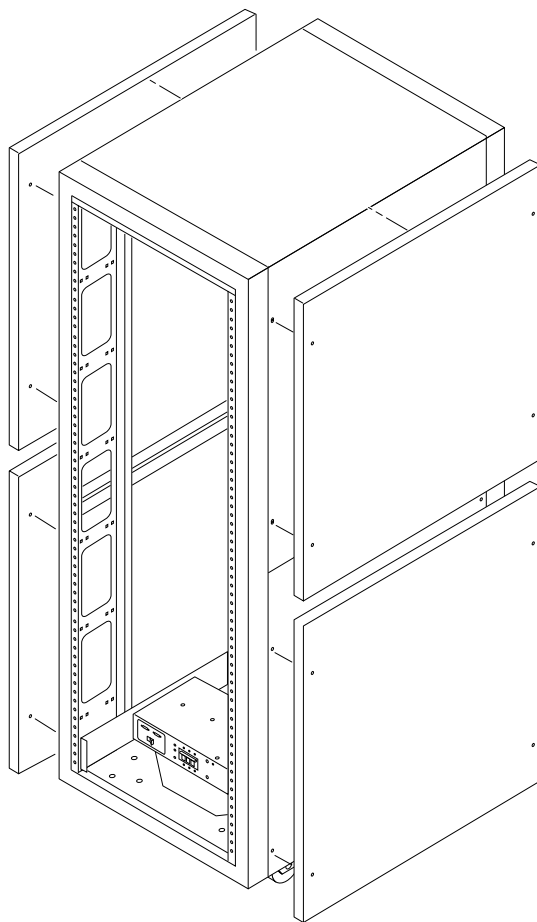

图 5-1 卸下和装回侧面板
- 使用 Allen 扳手松开将面板固定到存储系统上的四个 1/4 英寸肩角螺钉，然后将面板从存储系统上卸下（图 5-1）。
2. 使用 Allen 扳手紧固四个 1/4 英寸的肩角螺钉，将面板固定到存储系统上（图 5-1）。